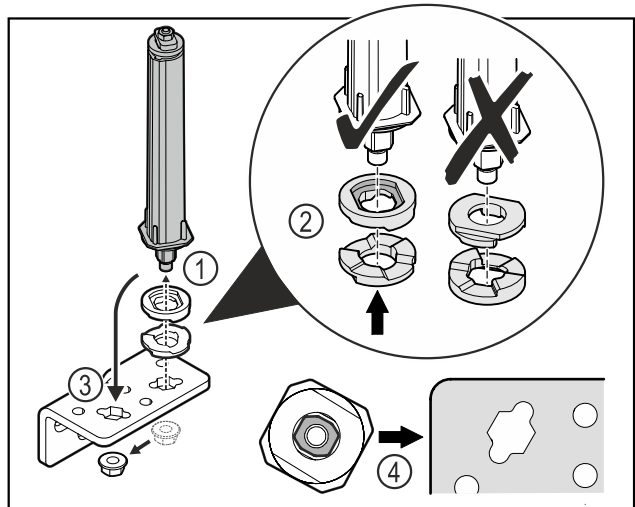

Fig. 25
- Moer losmaken en deursluitsysteem verwijderen Fig. 25 (1).
- De correcte uitlijning van de hoogte-instelschijven in acht nemen Fig. 25 (2).
- Deursluitsysteem in de scharnierhoek verplaatsen en met de moer vastzetten Fig. 25 (3).
- Bij het plaatsen de correcte uitlijning van het deursluit-systeem in acht nemen Fig. 25 (4).